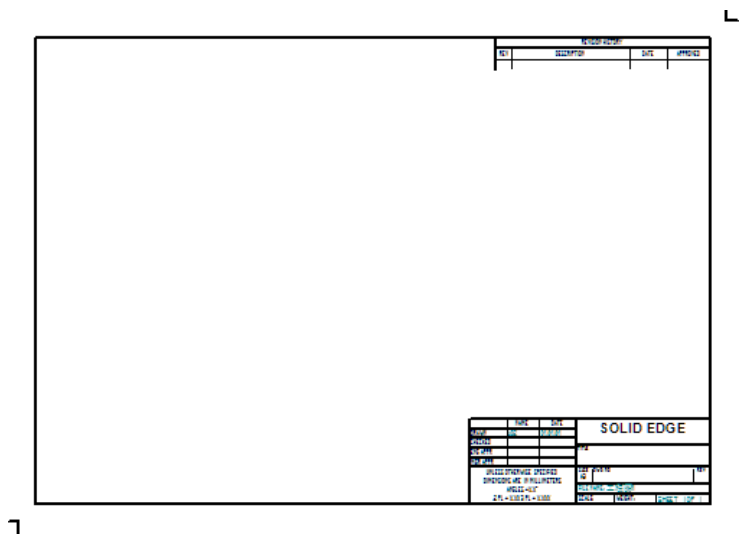

图 7.2.5 放置边界块
Step6. 单击  按钮，完成第一个边界块的放置，然后按 Esc 键结束命令，结果如图 7.2.5 所示。